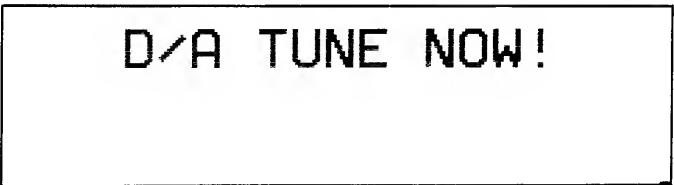

Fig. 11/図11
- 1. Press the **NUMBER/7** button. The LCD displays as shown in fig. 11.
- LCD ディスプレイに、図11のように表示されます。